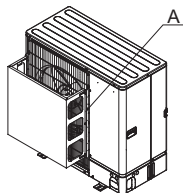

Fig. 2-4
(2) Installer un guidage d'air si l'appareil est placé dans un endroit où les vents violents d'une tempête, par exemple, pourraient s'engouffrer directement dans la sortie d'air. (Fig. 2-4)